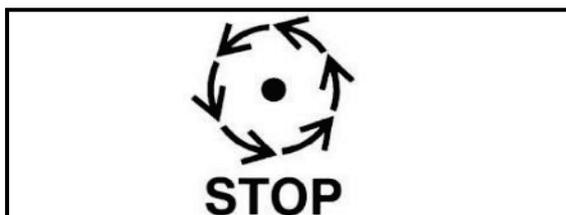

Fig. 18 Esperar hasta que haya transcurrido el tiempo de inercia o se haya producido la parada
- Realice los trabajos en la máquina únicamente cuando todos los componentes de la máquina en movimiento estén parados (Fig. 18).